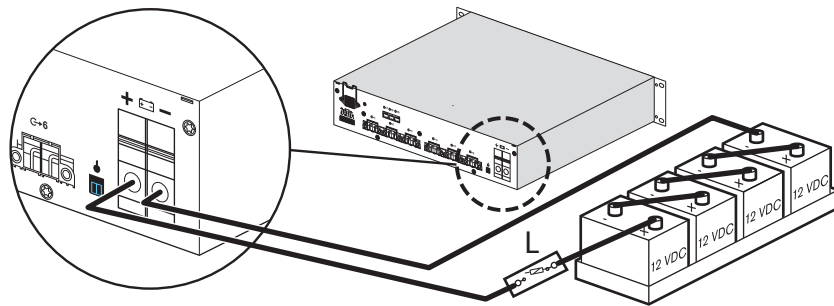

Figura 6.4 Conexión de varias baterías en serie en el cargador de baterías PLN-48CH12 (48 VCC)
- Las baterías deben conectarse siempre en serie. La *Figura 6.4* muestra un ejemplo de cuatro baterías de 12 VCC conectadas al cargador de baterías PRS-48CH12.
- Use siempre un disyuntor para fusible de batería (L) y colóquelo tan cerca de la batería como sea posible.